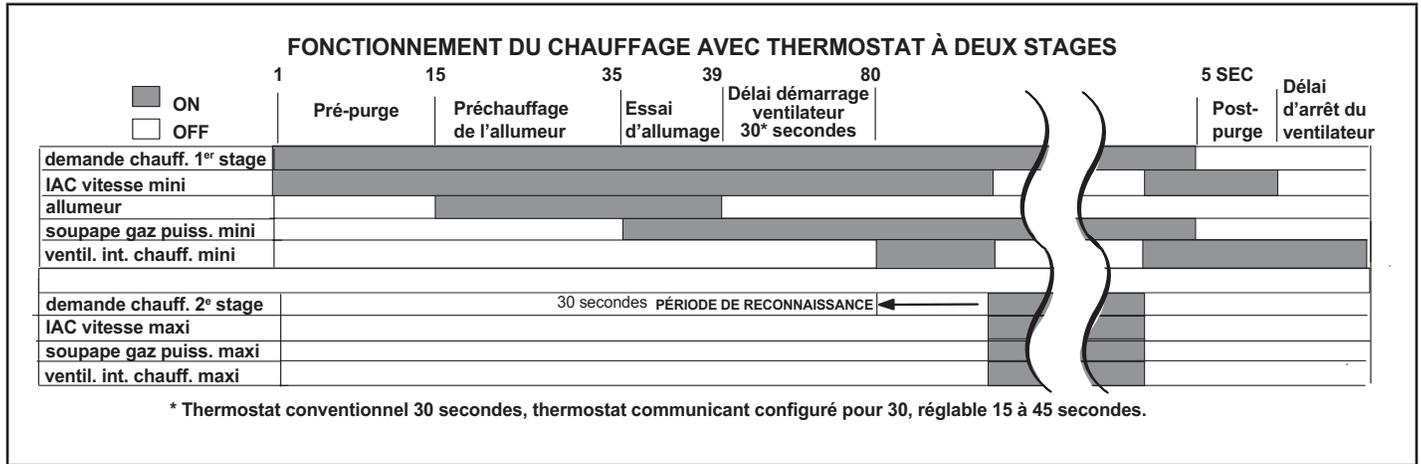

FIGURE 66
**Applications utilisant un thermostat à deux stages. Reportez-vous à la FIGURE 66 pour la séquence d'allumage**